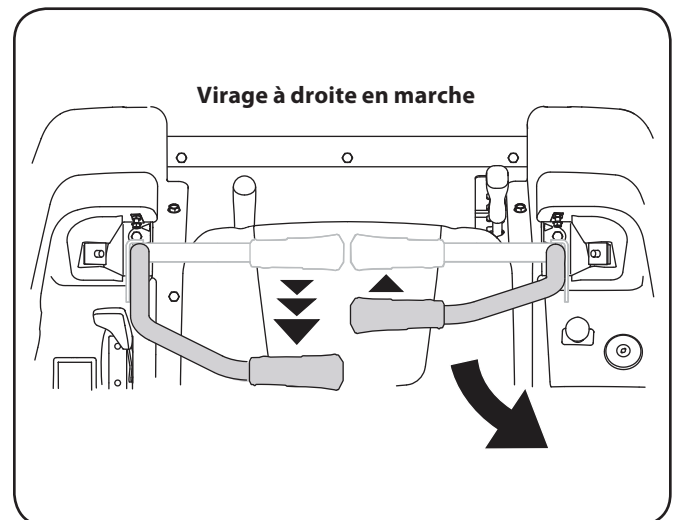

Figure 5-8
2. Pour tourner à droite en marche arrière, poussez le levier droit en avant du levier gauche. Voir la Figure 5-8.